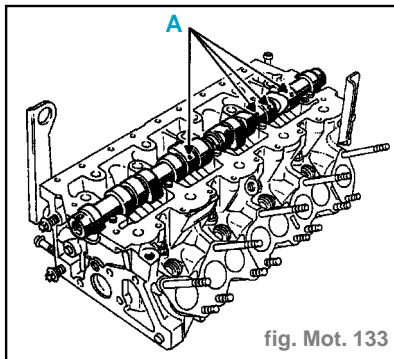

fig. Mot. 133
- Vérifier les trous de graissage de l'arbre à cames (A) ainsi que ceux des paliers 1, 3, 5 (B) et des butées hydrauliques (C) se trouvant sur la culasse. (fig. Mot. 133 et 134)